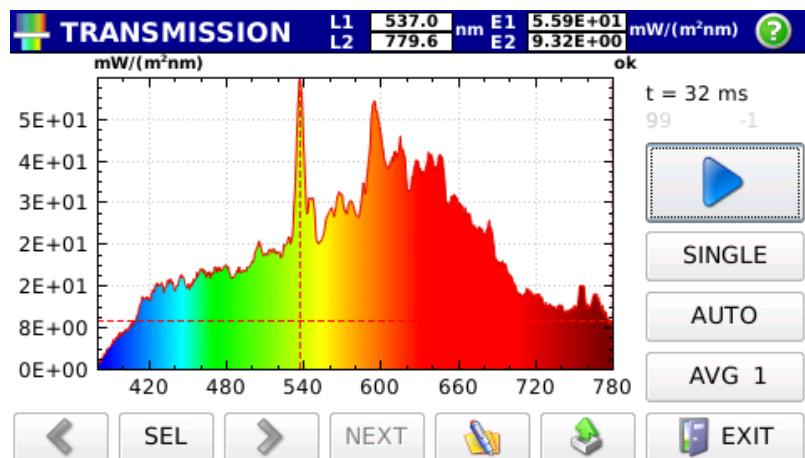

Figura 3.25 : Acquisizione spettro di riferimento
3.4.3 Premere il tasto REF per acquisire lo spettro di riferimento. Lo spettro viene visualizzato sullo schermo (figura 3.25).